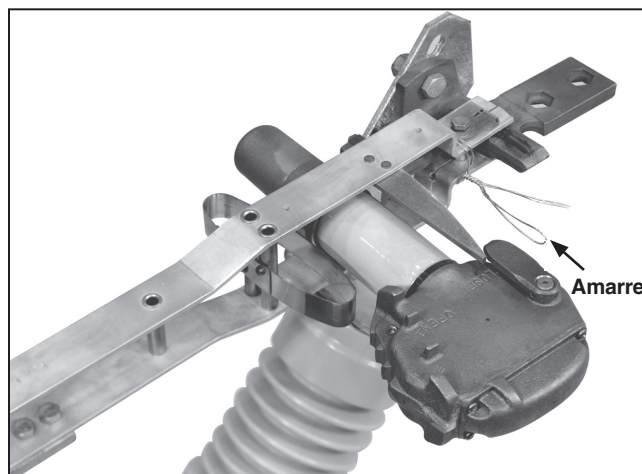

Figura 31. Remoción del amarre del conjunto de contacto estacionario principal.
PASO 29. Retire las uniones que sujetan las cuchillas del interruptor a sus ensambles de contacto estacionario principal. Ver Figura 31.